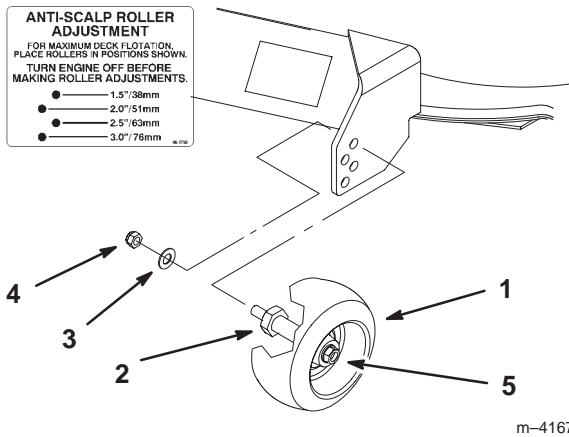

Figure 21
2. Lorsque la hauteur de coupe est réglée, enlevez l'écrou et la rondelle tout en maintenant le goujon avec une clé (Fig. 21).
Remarque : N'enlevez pas l'écrou et la rondelle de la roue (Fig. 21).
3. Choisissez le trou pour que la roue de jauge se trouve le plus près possible de la hauteur de coupe correspondante voulue (Fig. 21).
4. Remettez l'écrou et la rondelle sur le goujon (Fig. 21).